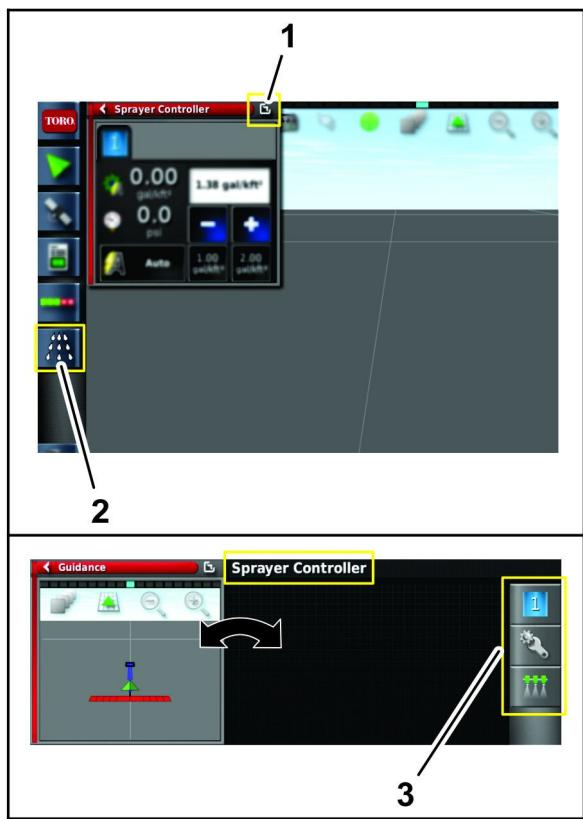

图 95
- 按打药车控制器图标 图 95。
- 按打药车控制器子菜单中的配置图标以显示配置菜单 图 95。
2. 按开关窗口图标返回打药车控制器菜单图 95。